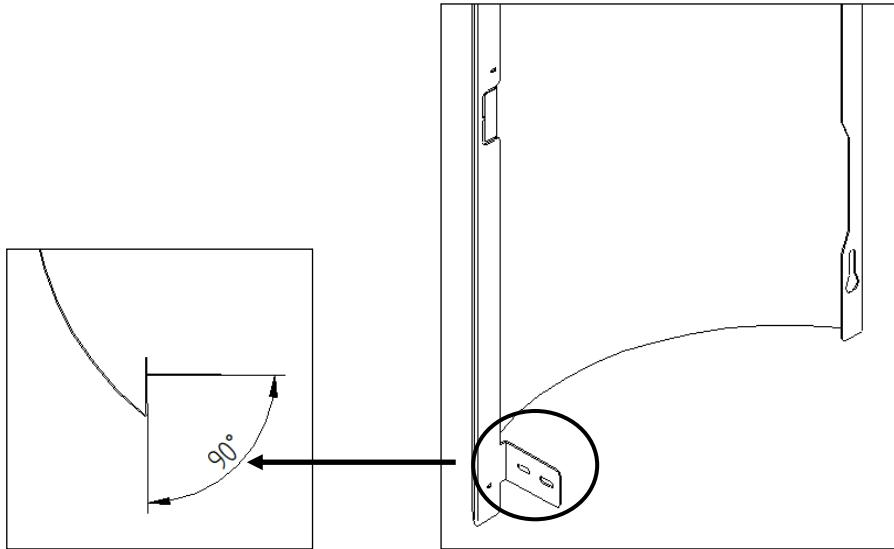

Figure 40 - Angle languette inférieure
- e) Ensuite, pour enboiter les capots latéraux, pliez d'abord la languette comme indiqué sur la Figure 40 pour vous assurer qu'elle fait un angle inférieur à 90 °.